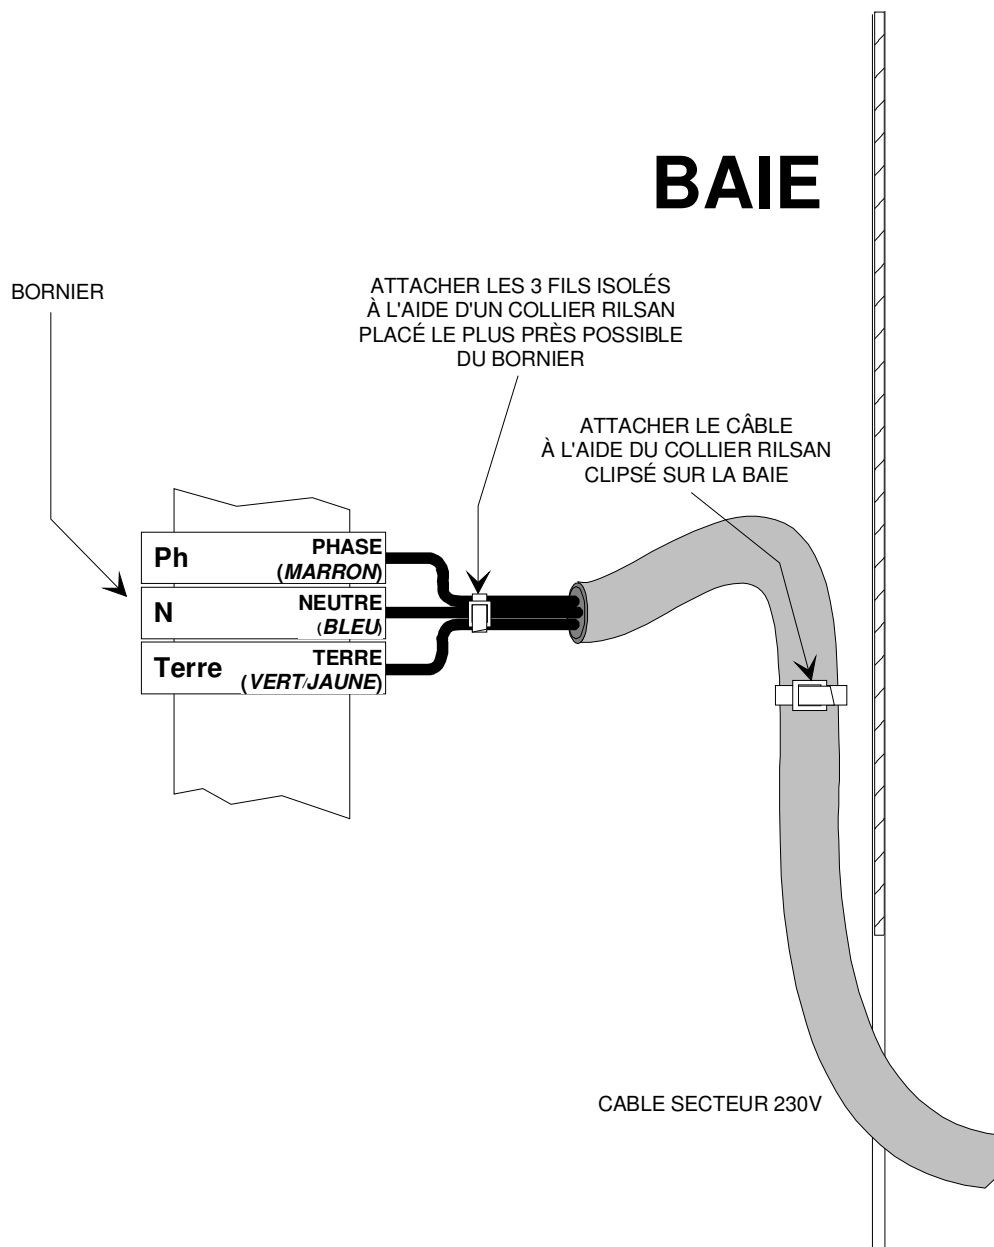

Figure 3-1 : raccordement du secteur à la baie (bornier)
LE CÂBLE SECTEUR DOIT ÊTRE **A DOUBLE ISOLATION** ET DOIT ÊTRE MAINTENU PAR LE **COLLIER PREVU POUR L'ANTIARRACHEMENT** A L'INTERIEUR DU MATERIEL (voir Figure 3-1 : raccordement du secteur à la baie (bornier)).
- ⇒ voir le plan de câblage des borniers (Figure 3-1) [version baie],